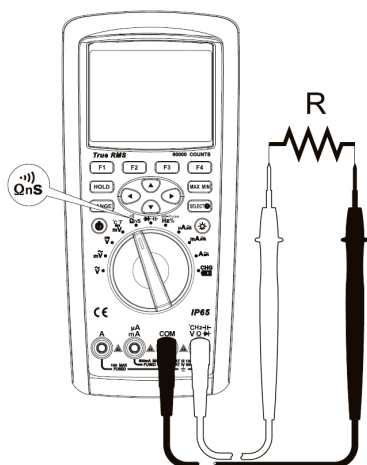

Figura 9
2. Posicione a chave rotativa para "**Ω nS •**" conforme **Figura 9**.
2. Posicione a chave rotativa para **"Ω nS • 1)"**, pressione o botão **"SELECT"** para selecionar a medida de condutância 60nS e então conecte as pontas de prova nos terminais da resistência a ser medida, conforme **Figura 9**.
2. Posicione a chave rotativa para **"Ω nS • 1)"**, pressione o botão **"SELECT"** para selecionar o teste de continuidade e então conecte as pontas de prova nos terminais da resistência a ser medida, conforme **Figura 9**. Pressione a tecla de funções **"F1"** (MENU) para entrar no menu de configuração, nele é possível configurar quando o buzzer será ativado.